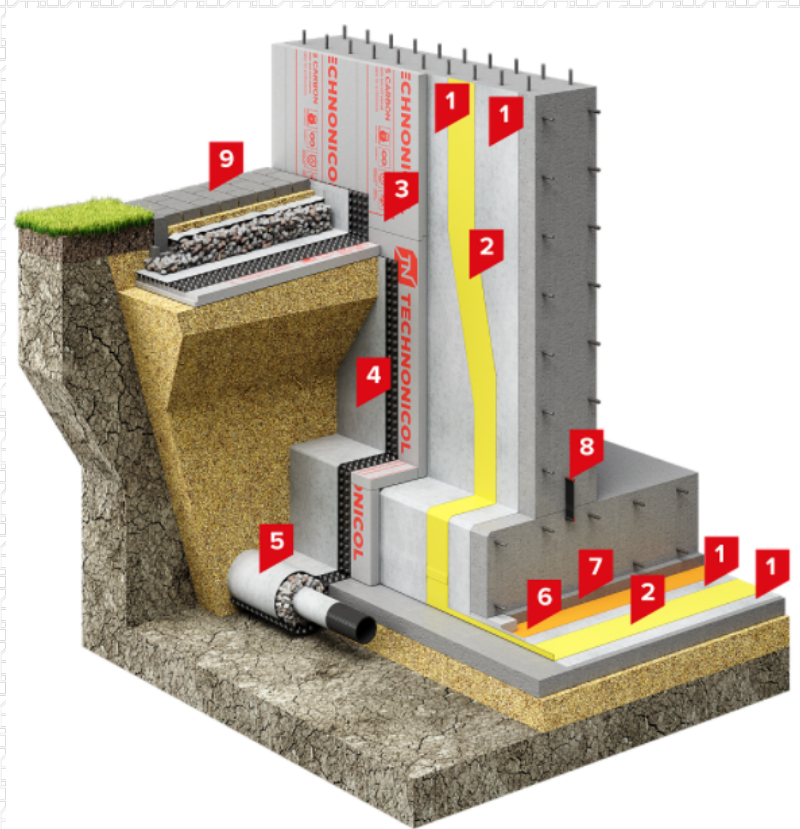

Рис. 4. Конструкция системы фундамента, связанная с системой пристенного дренажа.
находятся в дренажной засыпке (Рис. 4).
- дренаж с профилированной мембраной PLANTER Geo (вдоль стенки и в мягкой отсыпке) с термоскрепленным геотекстилем Турар SF27 (Рис.4).